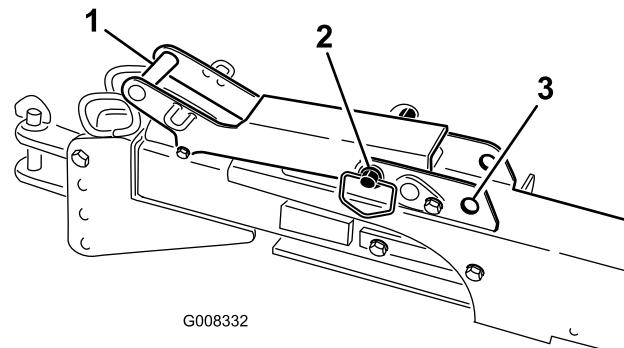

Figura 35
4. Se usate l'attacco di traino, riposizionate il processore core dietro il veicolo, ritraete l'attacco di traino e spostate il perno della maniglia di chiusura in posizione bloccata (Figura 35).